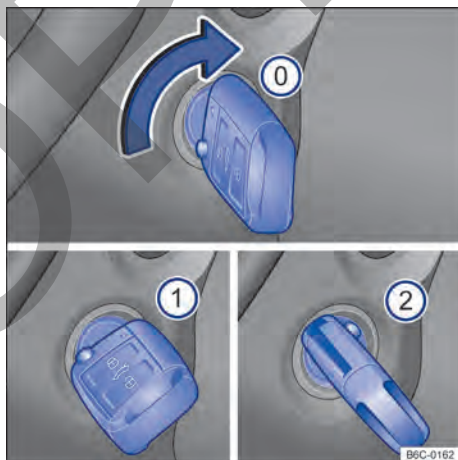

Fig. 89 Al lado del volante de la dirección, a la derecha: posiciones de la llave del vehículo en la cerradura de encendido.
Posiciones de la llave del vehículo → fig. 89
- ① Encendido desconectado. La llave del vehículo puede ser retirada.
- ② Encendido conectado.
- ③ Pise el pedal del freno (*vehículos con transmisión automática*), o el pedal del embrague (*vehículos con transmisión manual*) y encienda el motor. Cuando el motor arranque, suelte la llave del encendido. Al soltar, la llave del vehículo vuelve a la posición → fig. 89 ①.
- *Vehículos con cerradura de encendido:* girar la llave del vehículo a la posición → fig. 89 . El encendido está conectado. En ese momento la luz de control del sistema de arranque en caliente  se encenderá en el instrumento combinado. Esperar a que la luz de control  se apague indicando el final del calentamiento del combustible (esta acción puede ser necesaria en condiciones de arranque con el motor frío).
- *Vehículos con cerradura de encendido:* gire la llave del vehículo en la tamber de ignición hacia la posición → fig. 89  – no acelerar. Cuando el motor comience a funcionar, soltar la llave del vehículo en la cerradura de encendido.
- **Vehículos con cerradura de encendido:** girar la llave del vehículo en la cerradura de encendido a la posición → fig. 89 .